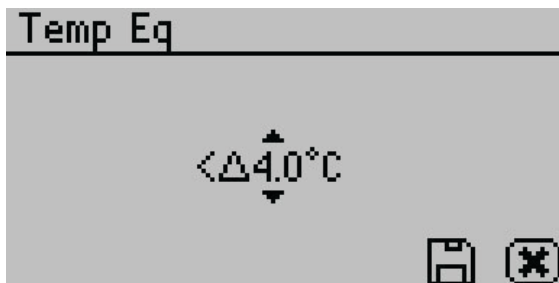

Figure 39 Temp Eq screen
- **Temp Eq.** Chọn để cài đặt nhiệt độ chênh lệch cho phép giữa buồng đo mẫu và mẫu thử trước khi bắt đầu đo mẫu. (Figure 39).